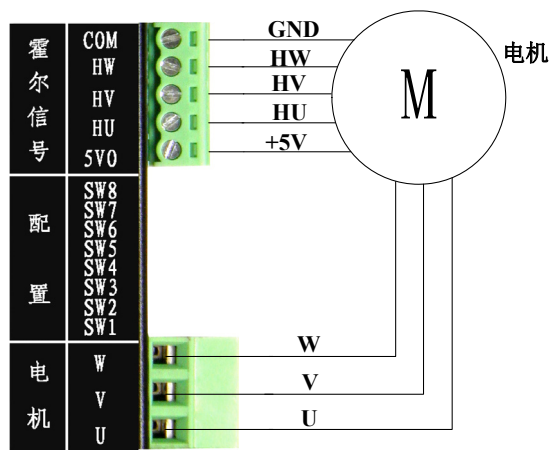

图 3.4 电机接线图
- 1) 断开驱动器电源。将电机的U、V、W三相电源线接到驱动器电机接口的U、V、W，将电机的霍尔传感器电源线正负极(通常正极为红色，负极为黑色，具体参照电机的相关资料)分别接到驱动器霍尔信号接口的 5VO和COM，霍尔传感器的三霍尔位置信号线接到驱动器霍尔接口的HU、HV、HW，如图 3.4 所示。